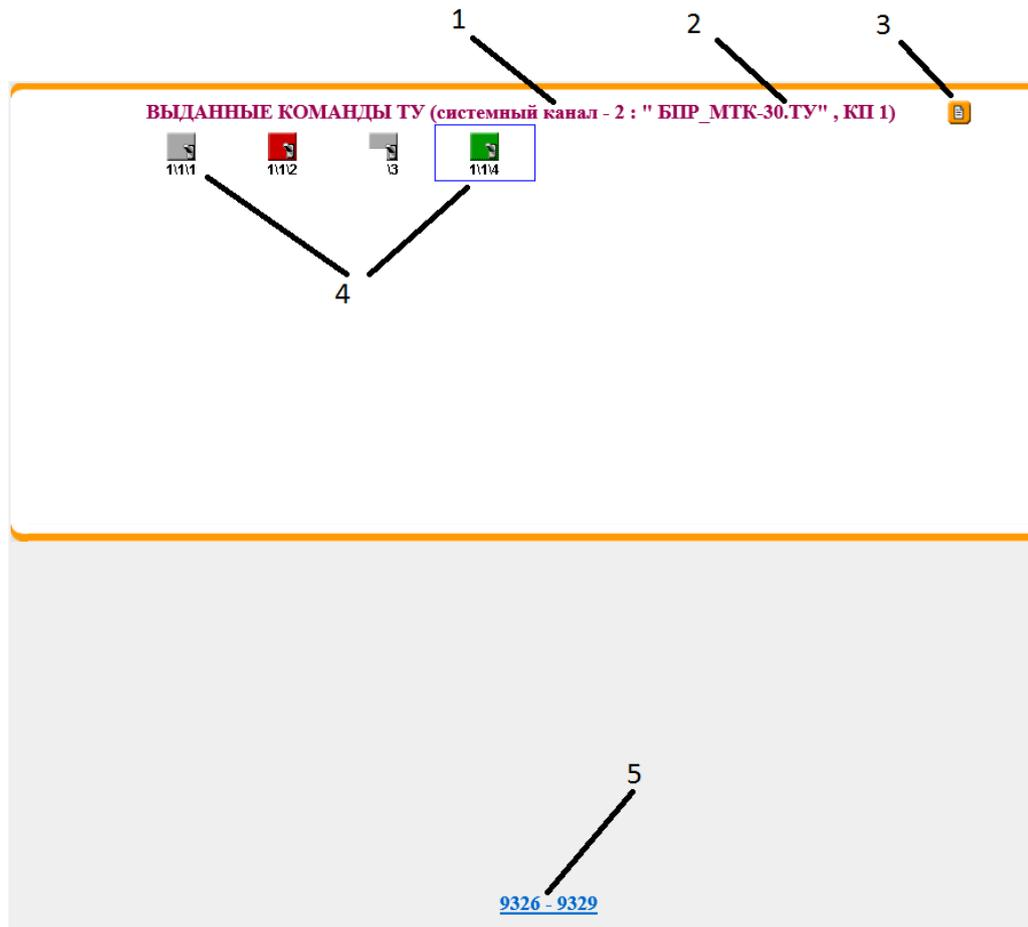

Рисунок 23 – Окно объектов телеуправления, расположенных горизонтально (в виде строк таблицы)
В результате в рабочей области интерфейса будет выведено окно «Выданные команды ТУ» (см. рисунок 23) в виде таблицы телеуправляемых объектов, расположенных горизонтально – в строке таблицы.
- командную кнопку «Изменить форму представления», представленную значком  (см. метку 3 на рисунке 23), при нажатии на которую изменяется форма представления объектов ТУ: с вертикальной (рисунок 24) на горизонтальную (рисунок 23), или наоборот;